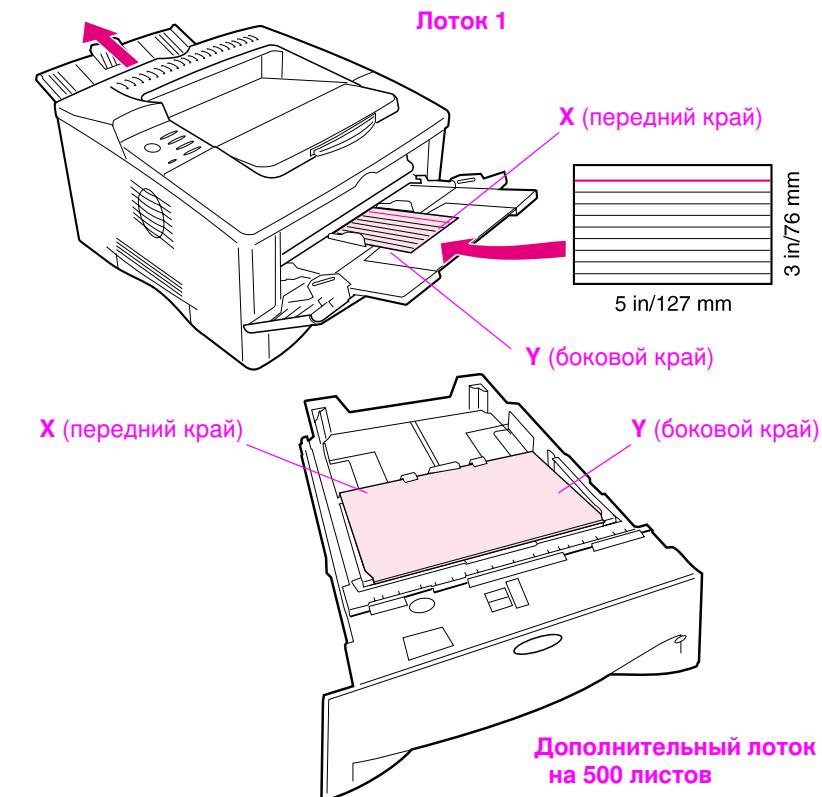

Рис. 17 Печать на бумаге нестандартного формата
- 3** В меню печати задайте размер вдоль оси X (передний край листа), как это показано на Рис. 17. Размер по X может быть в диапазоне от 76 до 312 мм для лотка 1 или от 148 до 297 мм для лотка на 500 листов (дополнительно). Задайте размер вдоль оси Y (боковой край листа), как показано на Рис. 17. Размер по Y может быть в диапазоне от 127 до 470 мм для лотка 1 или от 210 до 432 мм для лотка на 500 листов (дополнительно).